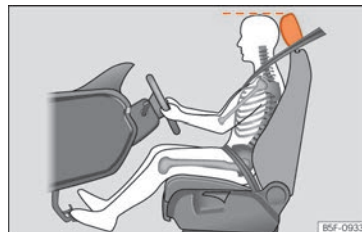

Fig.73 Posición correcta del apoyacabezas del conductor.
- Ajuste longitudinalmente el asiento de forma que pueda pisar a fondo los pedales del freno, del embrague y del acelerador con las rodillas ligeramente dobladas » **fig. 73.**
- Ajuste el apoyacabezas de modo que el borde superior del mismo quede a la altura de la parte superior de su cabeza » **fig. 73.**